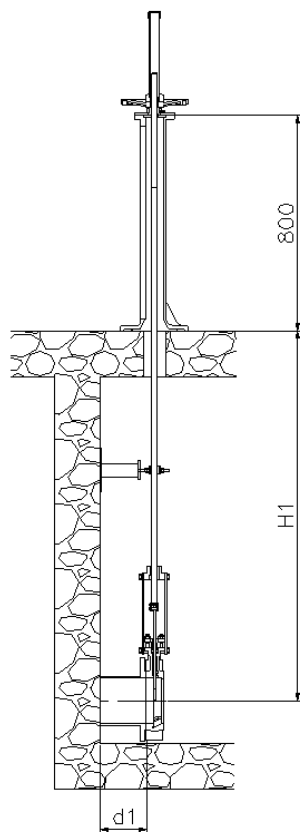

fig. 10
- La colonna di manovra standard è di 800mm. di altezza (fig. 10). Altre misure di colonna su richiesta.